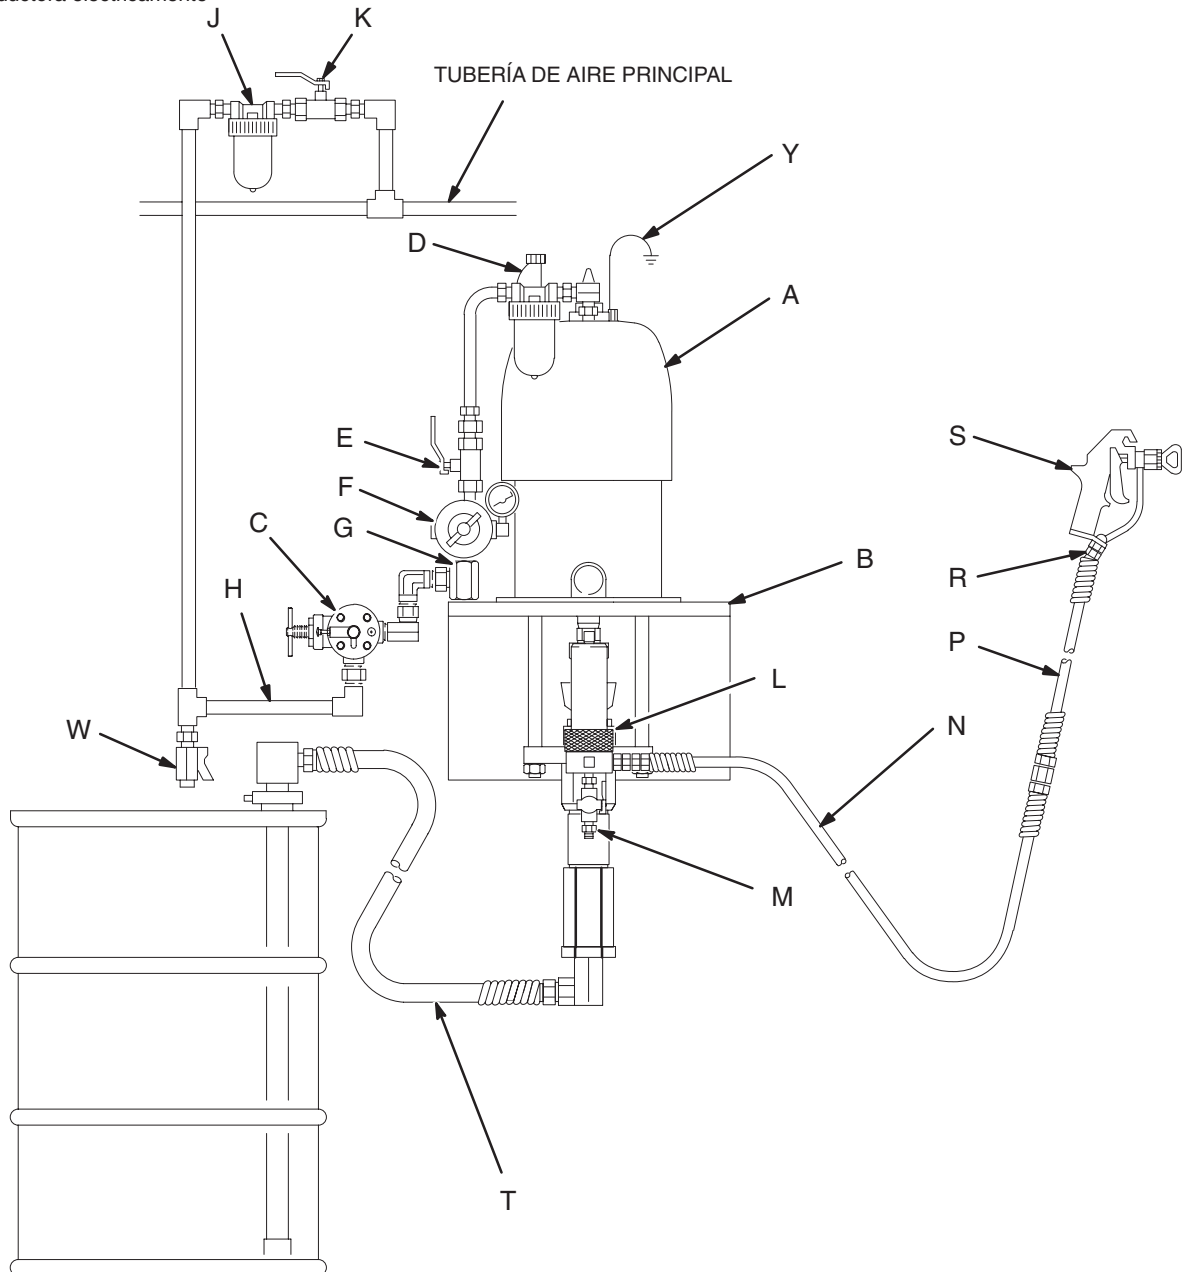

Fig. 2
La Fig. 2 es sólo una guía para la selección e instalación de los componentes y accesorios del sistema. Póngase en contacto con su representante Graco o el Servicio de asistencia técnica de Graco para obtener su ayuda en el diseño de un sistema que se ajuste a sus necesidades particulares.
Monte la bomba (A) de forma que se ajuste al tipo de instalación planificada. La Fig. 2 presenta un sistema montado en la pared. En la página 23 se muestran las dimensiones de la bomba y la disposición de los orificios de montaje.
Instale los siguientes accesorios en las ubicaciones indicadas en la Fig. 2, utilizando adaptadores donde sea necesario:
- **Un filtro de fluido (L)** con un elemento de acero inoxidable de 250 micron para filtrar las partículas del fluido a medida que éste sale de la bomba.
- **Una válvula de drenaje del fluido (M)**, necesaria en su sistema para liberar la presión de fluido en la manguera y en la pistola (consulte la **ADVERTENCIA** a la izquierda).
- **Una pistola (S)** para surtir el fluido. La pistola mostrada en la Fig. 2 es una pistola de pulverización sin aire indicada para fluidos de viscosidad baja o mediana.
- **Una pieza giratoria (R)** permite el libre movimiento de la pistola.
- **Un kit de aspiración (T)** permite a la bomba succionar el fluido desde un recipiente de suministro.
1. Consulte la Fig. 2. Conecte el kit de aspiración (T) en la entrada de fluido de la bomba. Coloque el tubo dentro del recipiente de suministro del fluido.